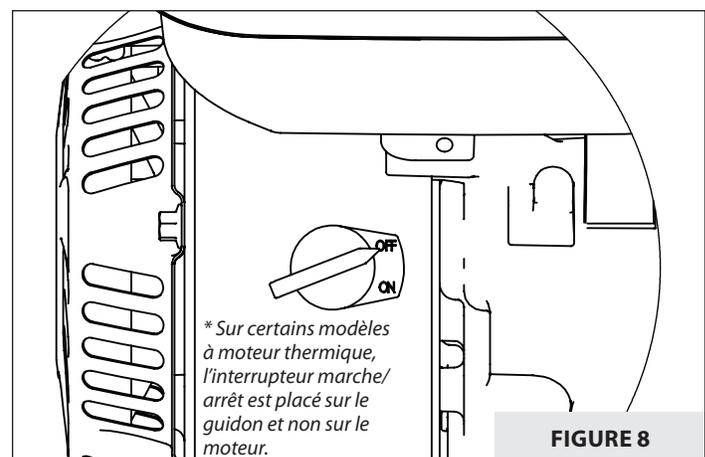

FIGURE 8
2. Mettre l'interrupteur ON/OFF (Marche/Arrêt) en position **OFF**. *(Sur certains modèles à moteur thermique, l'interrupteur Marche/Arrêt est placé sur le guidon et non sur le moteur.)* **VOIR FIGURE 8.**